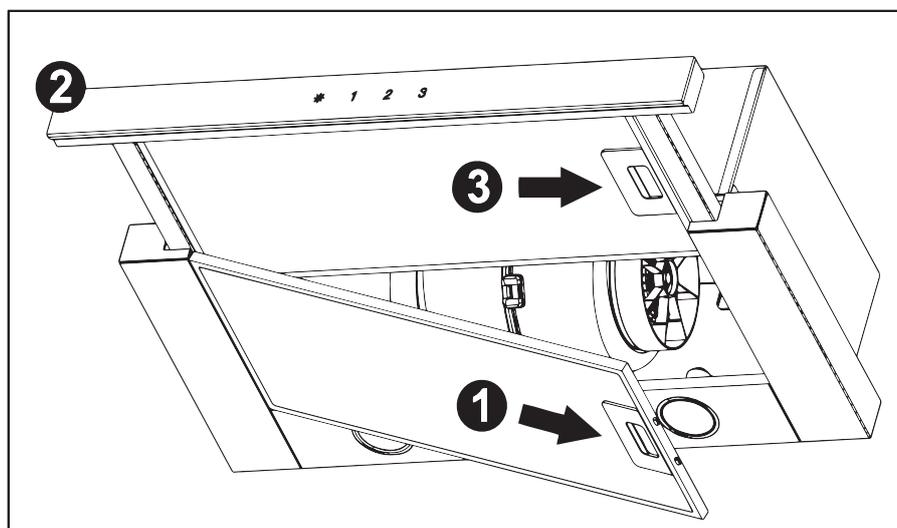

Рис.6
8.6 Для снятия алюминиевого фильтра (**рис.6**) следует нажать на пружинную задвижку алюминиевого фильтра **1** и снять его. Вытянуть выдвижную панель с фильтром **2** и снять алюминиевый фильтр **3**. Установка фильтра выполняется в обратном порядке. **Не устанавливайте фильтр после мойки к их полному высыханию.**